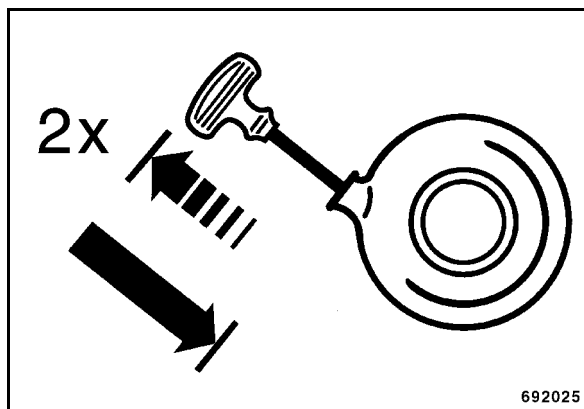

рис. 17
- Два раза слегка потянуть ручку тросового стартера (рис. 17), пока не почувствуете